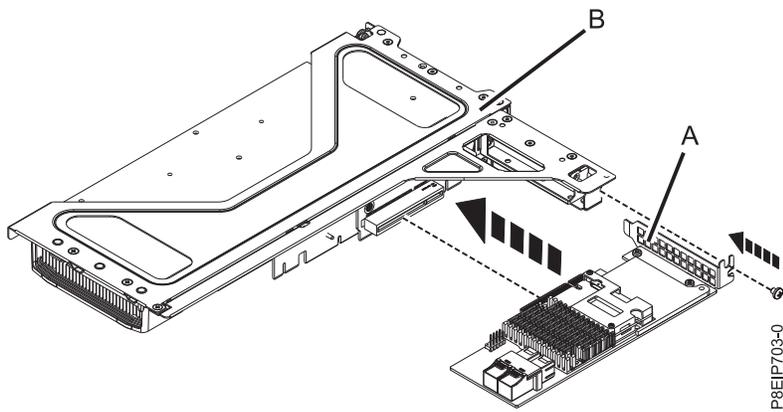

Abbildung 47. Adapter in Position 3 der Riserkarte einsetzen
- f. Setzen Sie den Adapter **(A)** in die Riserkarte **(B)** ein (siehe Abb. 47 auf Seite 77). Richten Sie ihn dabei ordnungsgemäß aus und setzen Sie ihn vollständig in den Steckplatz ein. Befestigen Sie den Adapterkassettenhalter des Adapters nach Bedarf mit 1 oder 2 Schrauben.